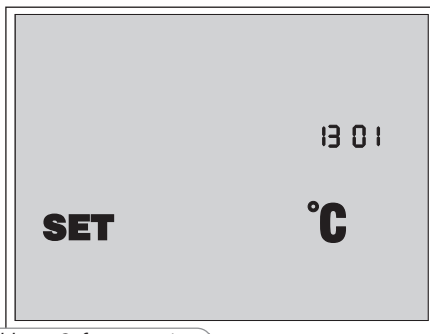

Abb. 14. Softwareversion
- Die Taste  drücken, um die Kennzahl der Leiterplatte der Steuereinheit und die Kennzahl der Softwareversion auf dem Bildschirm des Bedienpultes anzuzeigen, Abb. 14.